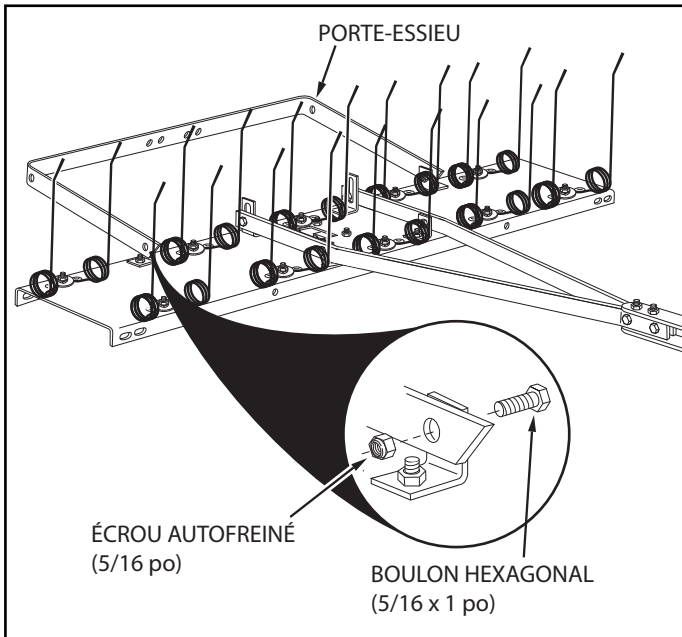

FIGURE 4
9. Fixer le porte-essieu du côté externe des équerres arrière-boulons hexagonaux 5/16 (D) écrous autofreinés 5/16 Les extrémités biseautées du porte-essieu doivent impérativement être orientées comme indiqué par la figure 4. **Serrer** les écrous, puis les **desserrer** légèrement.